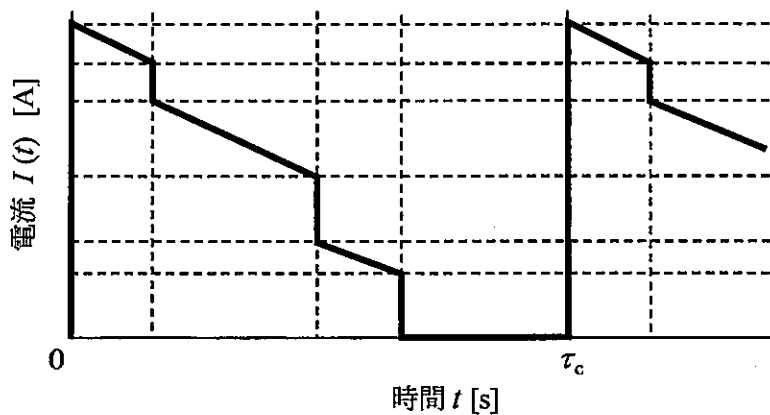

図3 負荷の周期波形
(2) 他力通風形の電動機が、図3に示すような電流パターン $I(t)$ [A] で反復使用される場合の等価定格電流 I_a について考える。他力通風形の場合には、反復使用の周期を τ_c [s] とすると、 I_a は次式により計算される。